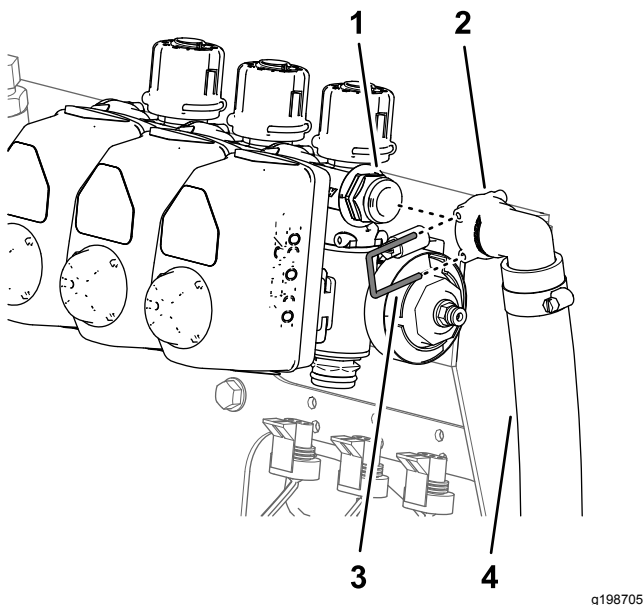

Figura 59
- Para máquinas sem o kit de varinha manual opcional ou o kit de cilindro de tubagem elétrico opcional, retire o pequeno retentor que prende a união de desligação rápida do tubo de distribuição à união de desligação rápida da válvula de distribuição da secção direita (Figura 59).